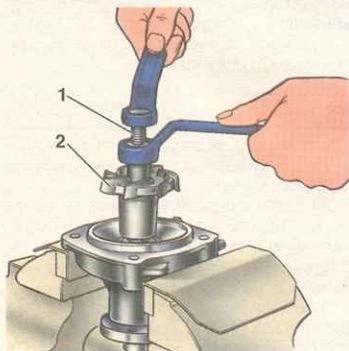

Рис. 3.63. Снятие крыльчатки насоса: 1 – съемник А.40026; 2 – крыльчатка
– закрепите крышку в тисках, используя прокладки, и снимите крыльчатку с валика съемником А.40026 (рис. 3.63);